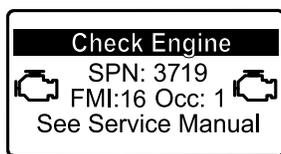

Рисунок 31
- Если требуется регенерация с парковкой, инфо-центр отображает предупреждение по двигателю SPN 3719, FMI 16 (Рисунок 31) и компьютер двигателя снижает его мощность до 85%.